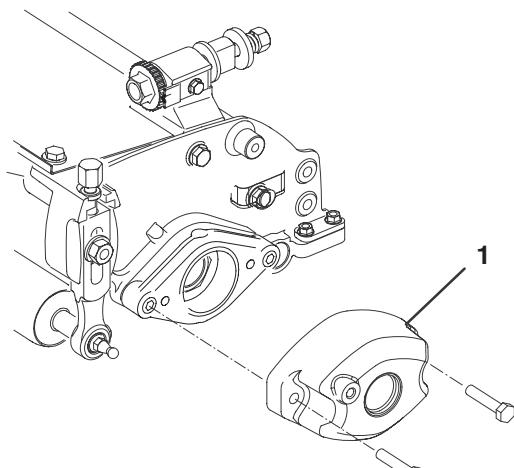

Figure 14
- Retirez les 2 vis à tête qui fixent le contrepoids à l'extrémité gauche du plateau de coupe. Déposez le contrepoids (Fig. 14).